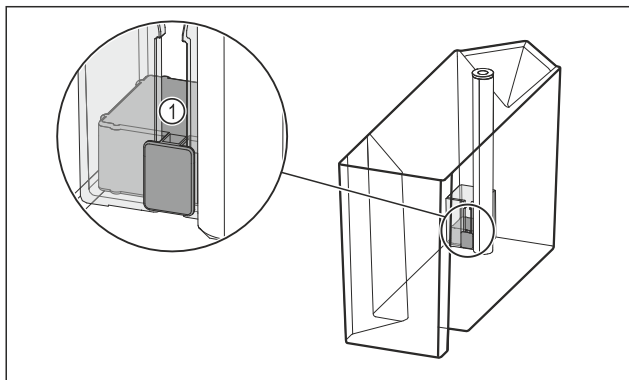

Fig. 103
- ▶ Zkontrolujte, jestli není vzpříčený plovák Fig. 103 (1).